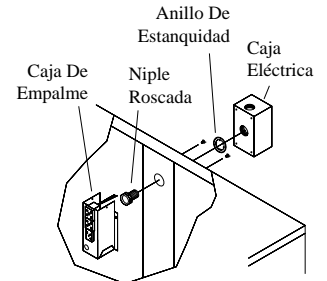

Fig. 5
• **Instale la caja de interruptor.** Dentro de la unidad está un bolso plástico que contiene la caja y cubierta del interruptor, una niple roscada, un anillo de estanquidad y un interruptor de palanca. Quite la caja de empalme eléctrica que se encuentra en el interior del panel central (véase Fig 5). Por dentro de la unidad, inserte la niple roscada a través del agujero de acceso eléctrico. Resbale el anillo de estanquidad sobre la niple roscada. Instale la caja del interruptor al exterior de la unidad atornillando la niple roscada en la caja del interruptor. Inserte los tres conductores del interruptor a través de la niple roscada y en la caja del interruptor y reinstale la caja de empalme. Conecte el conductor a tierra verde al tornillo de puesta a tierra en la caja del interruptor.